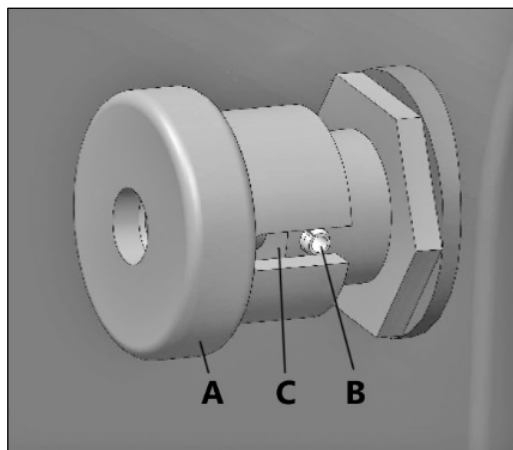

Рисунок 4.
- Вытащите ручку А блокировки шпинделя (рис. 4) и поверните так, чтобы упор расположился на штифте В (штифт вне паза С ручки). Ручка А находится на задней стороне передней бабки.
- Заблокируйте шпindelь (рис. 4). Вставьте выколотку С в отверстие D на обечайке планшайбы А и при помощи рожкового ключа Е полностью зафиксируйте планшайбу.
- Заблокируйте шпindelь (рис. 4) и вставьте выколотку в отверстие С на обечайке планшайбы А и при помощи гаечного ключа D открутите планшайбу, вращая её против часовой стрелки.
Переведите замок шпинделя в закрытое положение (штифт внутри паза ручки блокировки, рис. 4), чтобы легче установить нужную точку на шкиве.